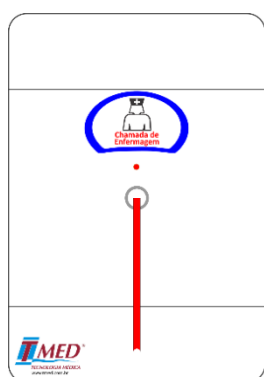

Figura 7 - Chamada de Banheiro básica
- Básico (Figura 7) – identificada com o tipo CL no Display Digital: pode ser instalada no box ou no vaso e é conectada à Unidade de Chamada do Leito. Sua chamada é feita através da corda de acionamento e é sinalizada no Display Digital (DD) ou Monitor Drive (MD) como uma chamada do leito.